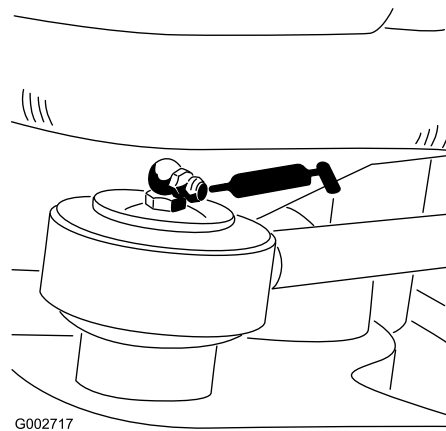

Figura 25
- Tirante del cilindro dello sterzo (1) (solo modello 08705) (Figura 25)